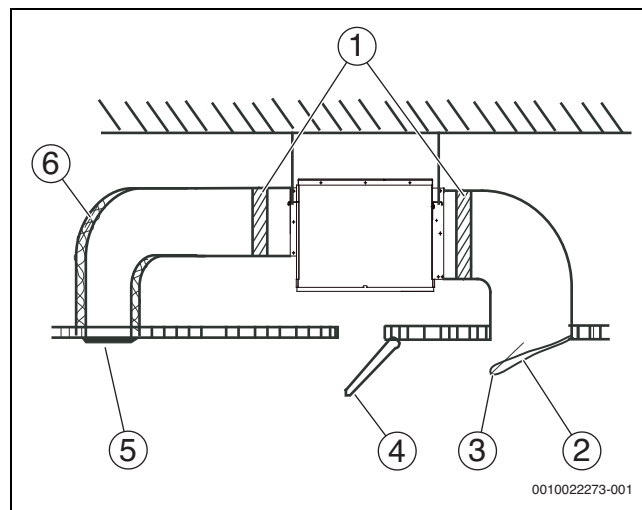
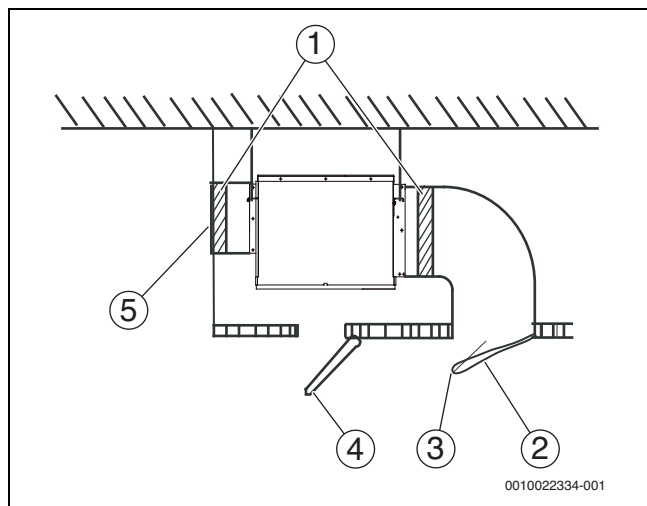

Fig. 28 Gainable avec exigences de pression statique
Fig. 29 Gainable sans exigences de pression statique.
6. Raccorder le conduit d'air comme indiqué sur la fig. 28 ou 29. Préparation sur le site requise pour tous les composants à l'exception du climatiseur.
Légende fig. 28 et fig. 29: